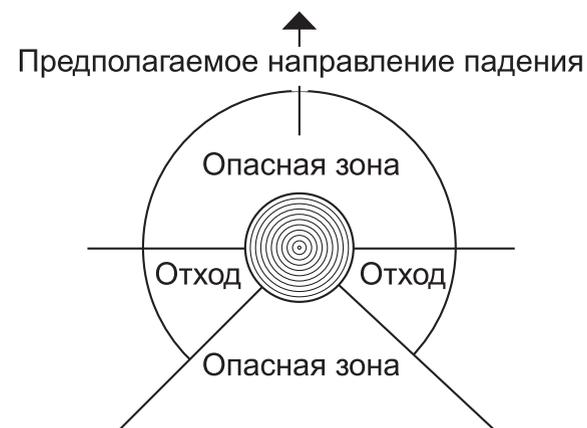

Рисунок 11 — Опасная зона при валке дерева
• Уберите подлесок вокруг дерева, наметьте и расчистите путь отхода, принимая во внимание любое препятствие или помехи (камни, ветви, ямы и т.п.). Ваша линия отхода (см. рис. 11) должна вести от ожидаемой линии падения под углом назад.
- Опасная зона — это зона окружающая дерево диаметром, равным 2,5 его длины (см. рис. 11). Убедитесь, что во время валки в этой зоне нет людей.